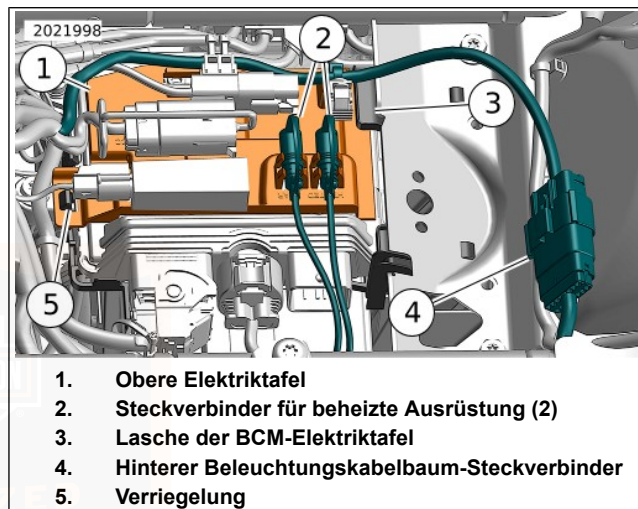
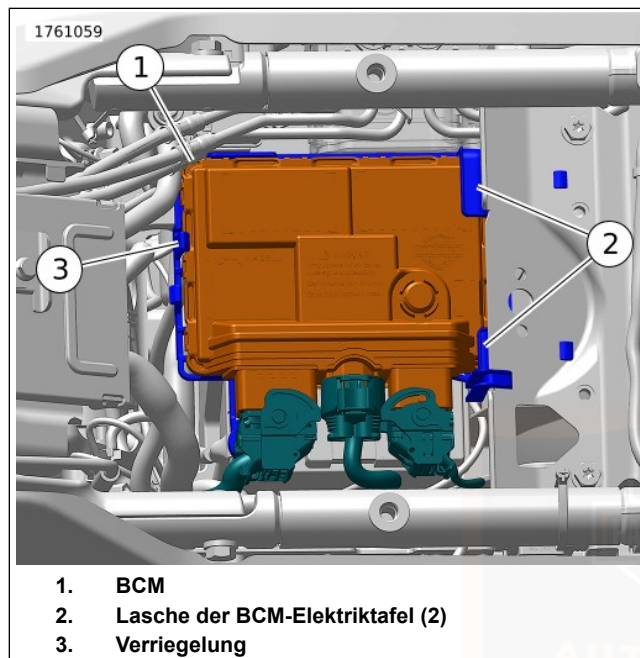
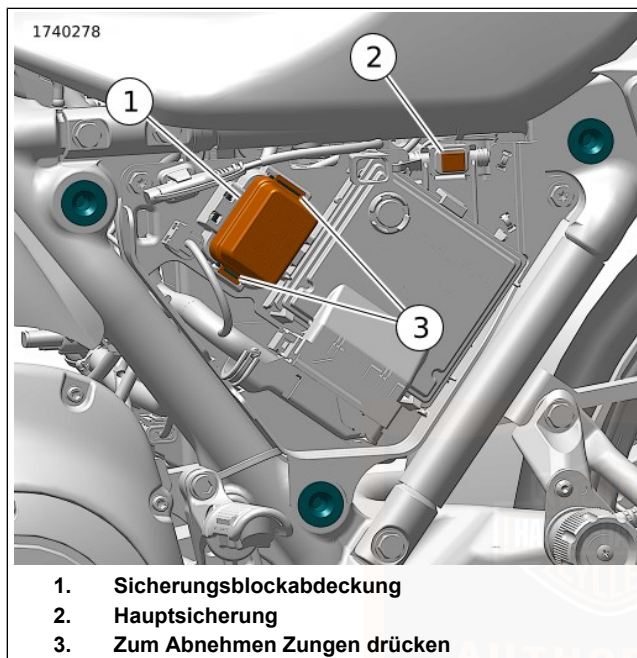

Abbildung 123. Ausbau/Einbau der oberen Elektriktafel
Abbildung 124. Ausbau/Einbau des BCM
Abbildung 127. Sicherungsblock (unter der linken Seitenabdeckung)
- d. Siehe Abbildung 127 . Die Hauptsicherung (2) ausbauen.
3. Siehe Abbildung 123. Den Steckverbinder (4) des hinteren Beleuchtungskabelbaums abklemmen.
4. Die Steckverbinder (2) der beheizten Ausrüstung von der oberen Elektrizitätstafel (1) entfernen.
5. Die Verriegelung (5) leicht nach hinten drücken und die Vorderseite der oberen Elektrizitätstafel anheben. Die obere Elektrizitätstafel nach vorne schieben, um sie von der Lasche (3) der BCM-Elektrizitätstafel zu lösen.
7. Siehe Abbildung 124. Die Verriegelung (3) leicht nach vorne drücken und die Vorderseite des BCM (1) anheben. Das BCM nach vorne schieben, um es von den Laschen (2) der BCM-Elektrizitätstafel zu lösen.
9. Siehe Abbildung 124. Das BCM (1) in die Position oben auf der BCM-Elektriktafel absenken. Das BCM nach hinten unter die hinteren Laschen (2) der BCM-Elektriktafel schieben.
10. Die Vorderseite des BCM nach unten drücken, bis die Verriegelung (3) einrastet.
11. Siehe Abbildung 123. Die obere Elektriktafel (1) in die Position oben auf dem BCM absenken. Die obere Elektriktafel nach hinten unter die Lasche (3) der BCM-Elektriktafel schieben.
12. Die Vorderseite der oberen Elektriktafel nach unten drücken, bis die Verriegelung (5) einrastet.
13. Die Steckverbinder (2) für die beheizte Ausrüstungen in den Haltern an der oberen Elektriktafel anbringen.
14. Den Steckverbinder (4) des hinteren Beleuchtungskabelbaums anschließen.
15. Siehe Abbildung 127 . Die Hauptsicherung (2) einbauen.
Siehe Abbildung 127. Eine 60 A-Hauptsicherung (2) befindet sich in der Nähe des Sicherungsblocks. Wenn die Hauptsicherung entfernt wird, unterbricht das die Stromversorgung zu allen Systemen, außer Anlasser und Anlassermotor/-magnetschalter.
Siehe Abbildung 127. Sicherungen befinden sich unter der linken Seitenabdeckung.